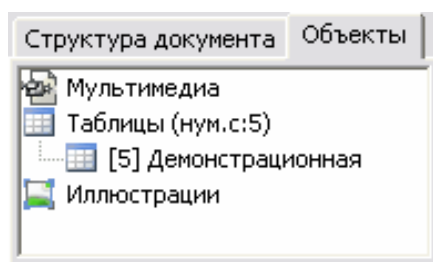

Рис. 5.78
2. В окошко пункта **Нумеровать с...** введите, например, номер 5 и нажмите ENTER. После этого у названию объекта **Таблицы** появилась надпись «нум.с:5», а слева от названия таблицы «Демонстрационная» указан номер 5 (Рис. 5.78).